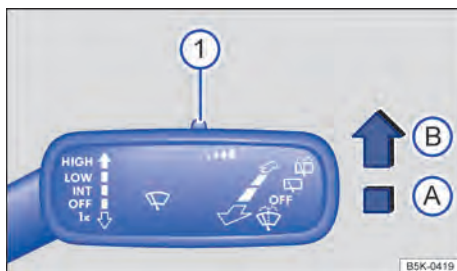

Fig. 76 À direita da coluna de direção: alavanca dos limpadores dos vidros.
→ Fig. 76:
A sensibilidade do sensor de chuva pode ser ajustada manualmente com o interruptor na alavanca dos limpadores dos vidros → Fig. 76 ① → Página 85.